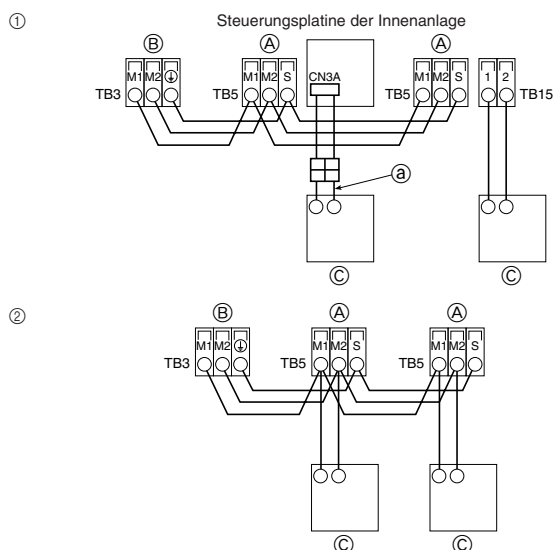

Fig. 7-2
7.2. Anschluss der Fernbedienungs-, Innen- und Außen-übertragungskabel (Fig. 7-2)
① MA-Fernbedienung
- ③ Kabel der MA-Fernbedienung (ZUBEHÖR ③)
② M-NET-Fernbedienung